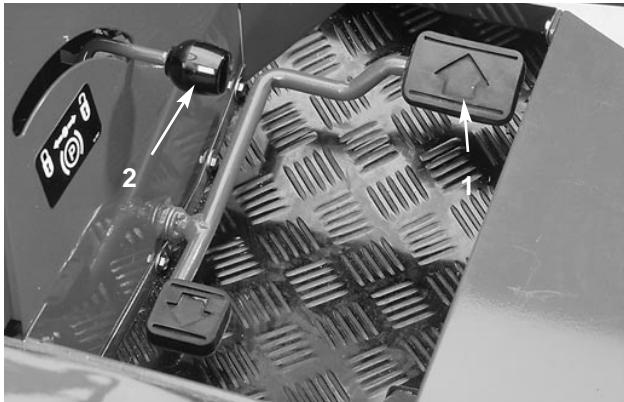
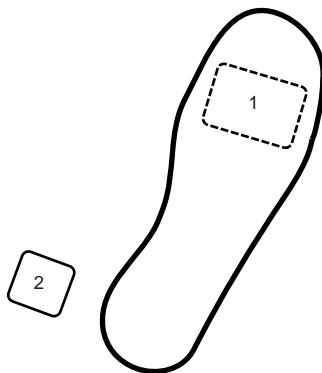

Bild 8
Bild 9
**Fahrpedal** (Bild 8)—Das Fahrpedal führt zur Vorwärtsbewegung der Maschine, bewegt die Maschine rückwärts und bringt sie zum Stillstand. Mit Ferse und Zehen des rechten Fußes wird die Oberseite des Pedals zum Vorwärtfahren gedrückt und die Rückseite des Pedals zum Rückwärtfahren oder zum Abbremsen bei der Vorwärtsfahrt. Um die Maschine zum Stillstand zu bringen, das Pedal in die Neutralstellung zurückgehen lassen oder dahin versetzen. Die Ferse nicht während der Vorwärtsbewegung auf der Rückseite ruhen lassen (Bild 9).